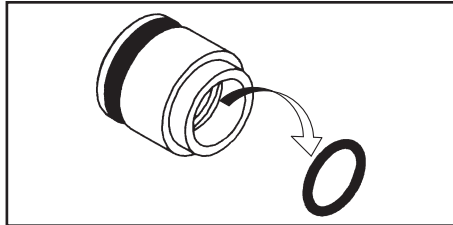

Figure 23
- Retirez l'emballage de la gorge de roulement (voir figure 23).